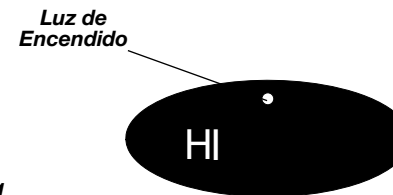

Figura 1
5. Al encender el Calentador, la unidad estará en calor ALTO (1500 vatios). (Figura 1)